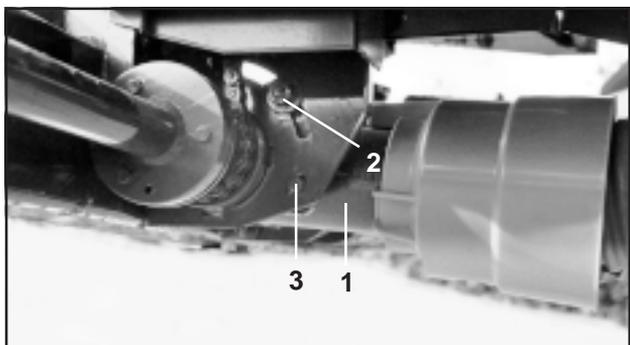

Рис. 5.6
Для защиты от повреждений (**при первом монтаже**) распределитель оснащен смещаемым промежуточным редуктором (Рис. 5.6/1). При смещении редуктора (например, в результате неправильной подгонки карданного вала) срезается срезной болт (Рис. 5.6/3), а входной вал редуктора будет указывать вниз. Замените срезной винт 6 x 16, DIN 933, A2 70. Для этого
- Открутите зажимный винт (Рис. 5.6/2) и передвиньте редуктор вверх.
- Вставьте и затяните срезной винт (Рис. 5.6/3).